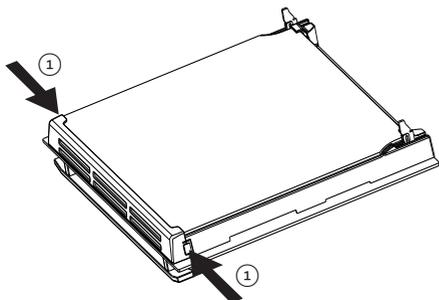

Fig. 6.19
- Premere le linguette di aggancio su entrambi i lati della porta e rimuovere completamente il fermavetro (fig. 6.19, 6.20).